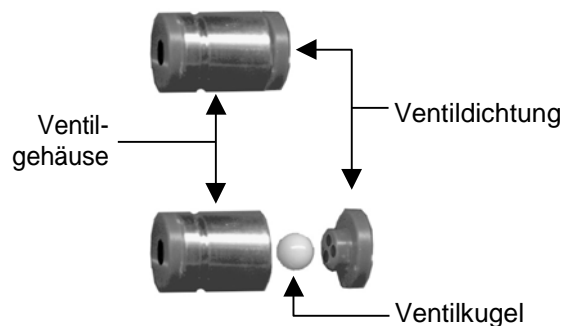

Abb. 14 Komponenten der Ventile in den Pumpenköpfen
5. Bauen Sie das Ventil in umgekehrter Reihenfolge wieder zusammen, siehe Abb. 14.